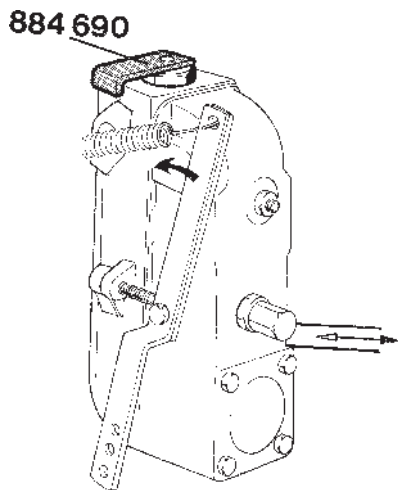

Fig. 100 Outil 884690 pour le réglage de la course de la tige, TD60B, TAMD60B
12. **TD60B, TAMD60B :** Déposer le bouchon sur le côté supérieur du régulateur centrifuge (clé à six pans, 10 mm) et monter l'outil 884690 à la place (figure 100). La tôle de guidage de l'outil devra être tournée perpendiculairement vers l'extérieur.
14. **TD60B, TAMD60B :** Vérifier que l'outil 884690 est bien guidé contre le côté du régulateur et que la plaque de guidage se trouve bien contre le bouchon à six pans suivant la figure 100.